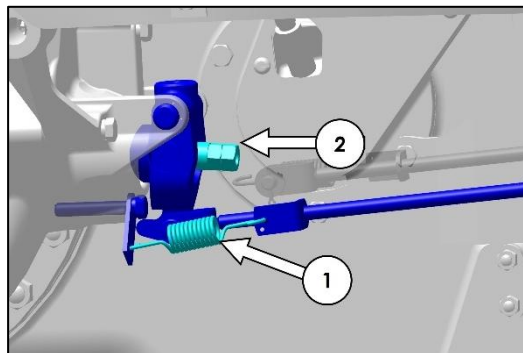

Fig. 293 : RÉGLAGE DE LA PÉDALE DE FREIN
1. Déconnecter les ressorts de rappel de frein (élément 1 sur la figure 293) et desserrer le frein de stationnement.
4. Faire tourner délicatement l'une des roues dans le sens horaire, tout en serrant progressivement l'écrou de commande de frein (élément 2 sur la figure 293) juste assez pour bloquer la roue.